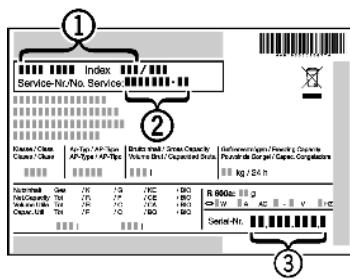

Fig. 24
- ▶ Обратитесь в сервисную службу и сообщите вид неисправности, наименование устройства Fig. 24 (1), сервисный № Fig. 24 (2) и серийный № Fig. 24 (3).